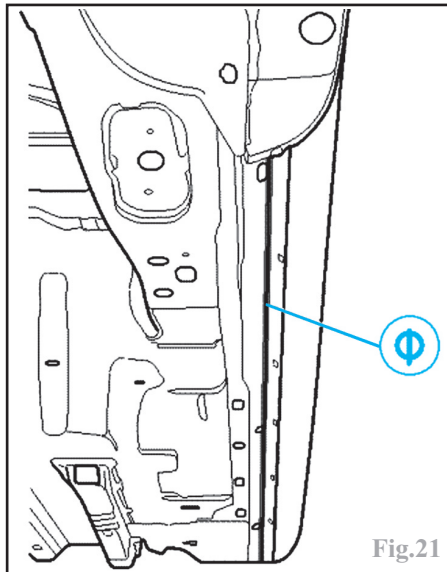

Fig.21
- Les fixations arrière (27) des écrans pare-boue (Fig.21).
- Les fixations (28) en partie inférieure du bouclier.
- Les feux et déposer les 2 fixations (29) en partie supérieure du bouclier.